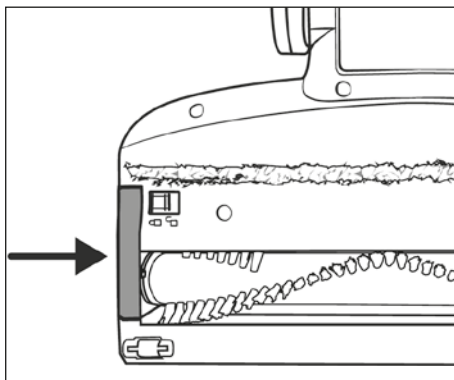

Fig. 29
- 6) Volte a colocar o suporte de rolo de escova 20 na escova para chão 22. Pressione-o para baixo, até este encaixar na escova para chão 22 com um clique audível (ver fig. 29).